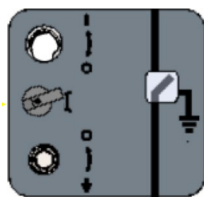

Figura 28
4) După confirmarea faptului că capătul de cablu este scos de sub tensiune, rotiți selectorul de acționare pentru separator/cuțit de legare la pământ în această poziție (figura 28).